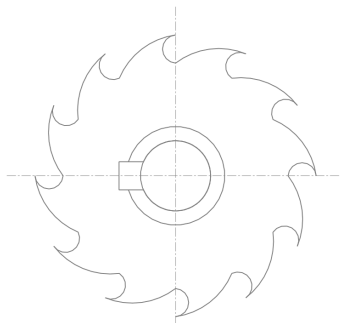

图 3-31 打开素材模型
(1) 单击常用工具栏中的【打开】按钮, 打开一幅素材模型, 如图 3-31 所示。